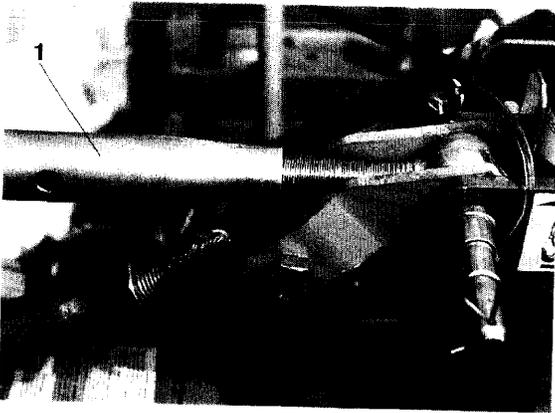

Fig. 24
- Fixer le tirant (fig. 24/1) au semoir et à l'outil de préparation de sol au moyen d'axes goupillés en sécurité.